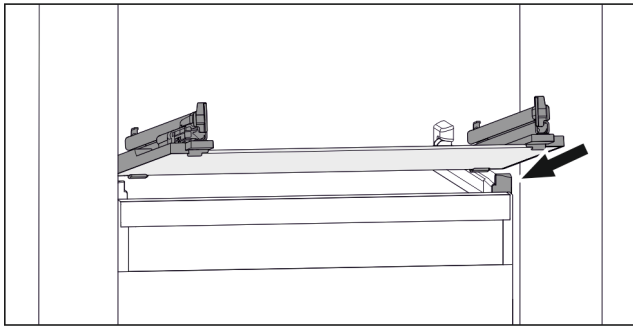

Fig. 119 Rappresentazione esemplificativa del ripiano in vetro
- ▶ Applicare il ripiano in vetro obliquamente dietro i fermi. (vedere Fig. 119)